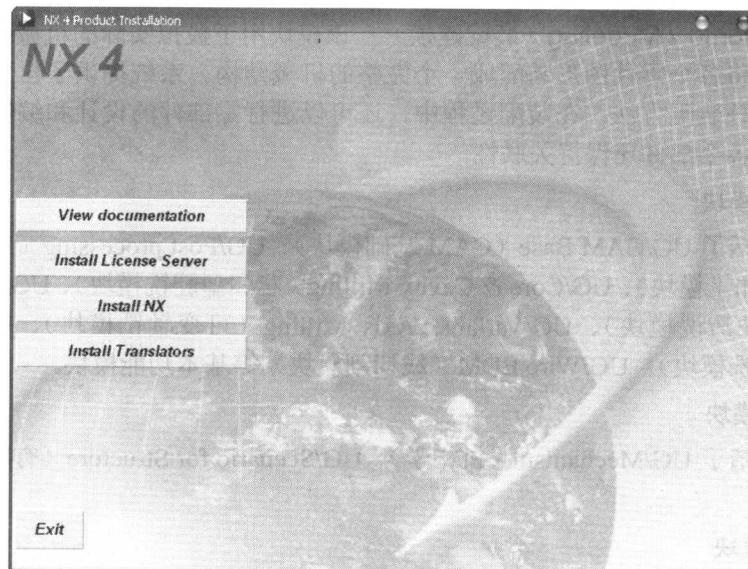
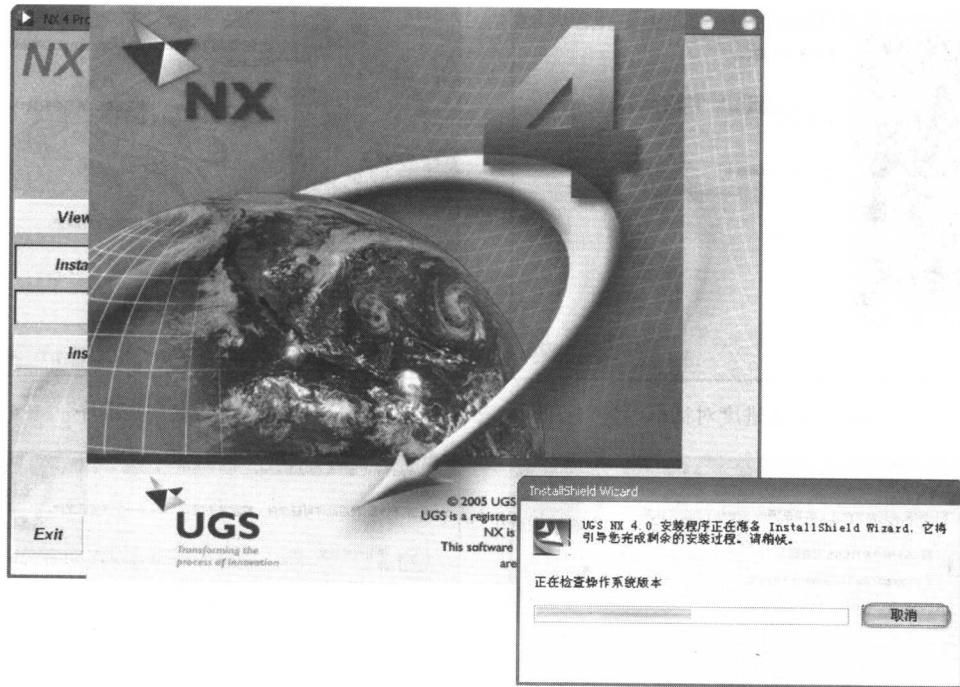

图 1-1 欢迎安装界面
图 1-9 安装 UG 欢迎界面
(1) 首先设置显示器的分辨率为 1024×768 以上的真彩色, 否则系统拒绝安装。双击光盘中的 Setup.exe 文件, 启动安装。
(2) 首先打开欢迎安装界面, 如图 1-1 所示。
(9) 再在如图 1-1 所示界面中选择【Install UG】按钮，系统打开如图 1-9 所示欢迎界面。